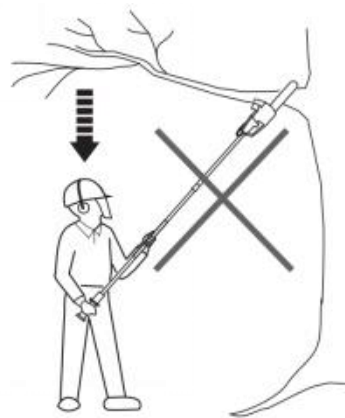

Fig. 51
4. Ne vous tenez jamais directement sous la branche que vous sciez. Des objets peuvent tomber différent de celui prévu. Placez-vous toujours à l'écart des chutes de boiserie (Fig. 51).